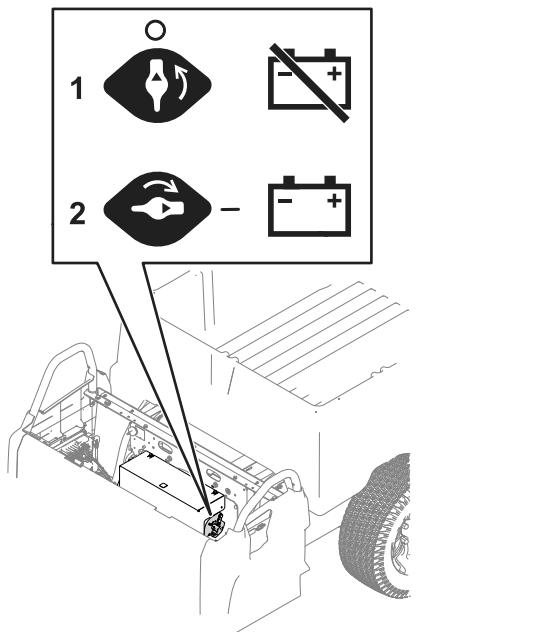

Figura 44
- Desloque o interruptor de desconexão das baterias para a posição desejada, conforme mostrado na Figura 44.